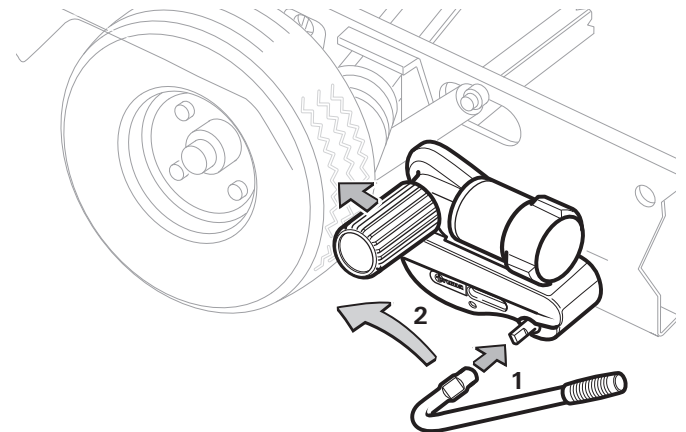
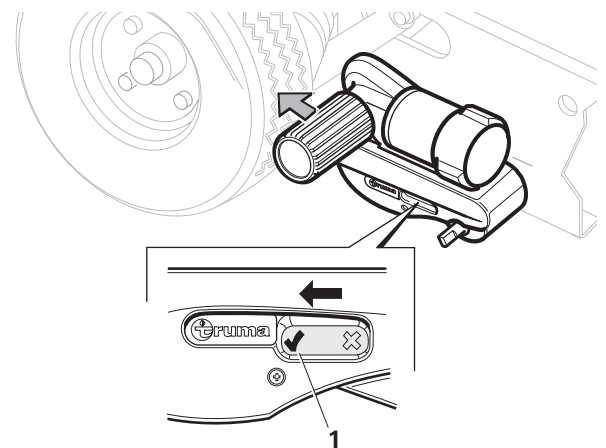

Bild 4
Bild 5
- Den Anschwenkhebel auf die Anschwenkwelle stecken (Bild 4 - 1).
- Anschwenkhebel in Pfeilrichtung (zum Fahrzeuggrad hin) (Bild 4 - 2) drehen bis im Gehäuse der Positionsindikator auf „✓“ steht (Bild 5 - 1). In der Endstellung rastet die Antriebseinheit sicher ein und die Antriebsrolle wird ca 20 mm in den Reifen gedrückt. Dies ist auf beiden Seiten vor dem Rangieren zu prüfen.